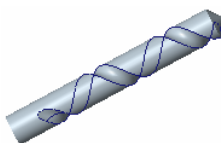
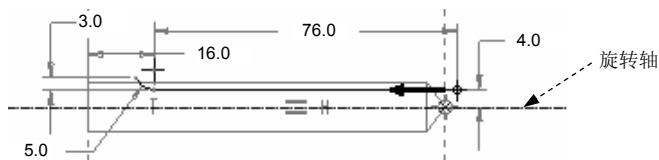

图 5.37.6 切削螺旋扫描特征
图 5.37.7 螺旋的扫描线
Step4. 创建图 5.37.6 所示的切削螺旋扫描特征，相关操作如下：
(1) 选择命令。单击 **模型** 功能选项卡 **形状** 区域中的 **扫描** 按钮中的 **螺旋扫描** 命令，系统弹出“螺旋扫描”操控板。
(2) 定义螺旋扫描轨迹。
① 在操控板中确认“实体”按钮和“使用右手定则”按钮被按下，然后按下“移除材料”按钮.
② 单击操控板中的**参考**按钮，在弹出的界面中单击**定义...**按钮，系统弹出“草绘”对话框。
③ 选取 RIGHT 基准平面作为草绘平面，选取 FRONT 基准平面作为参考平面，方向为**右**，系统进入草绘环境，绘制图 5.37.7 所示的螺旋扫描轨迹草图。
④ 单击按钮，退出草绘环境。